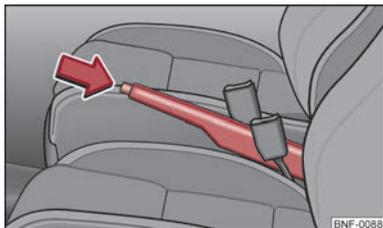

Fig. 60 Consolle centrale: Freno di stazionamento
- Tirare leggermente verso l'alto la leva del freno di stazionamento e premere **contemporaneamente** il tasto di blocco ⇒ fig. 60.